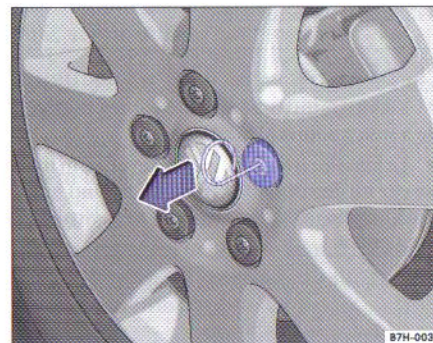

Fig. 24 Imagine de referință: Scoaterea capacelor cu ajutorul mânerului de sârmă
- Introduceți mânerul prin orificiul capacului ⇒ fig. 24.